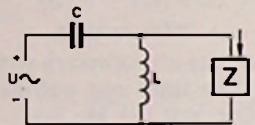

Fig. 7
③ In fig. 7 kunnen de spoel en de condensator als verliesvrij worden beschouwd. u is een sinusoidale spanning met een hoekfrequentie ω .